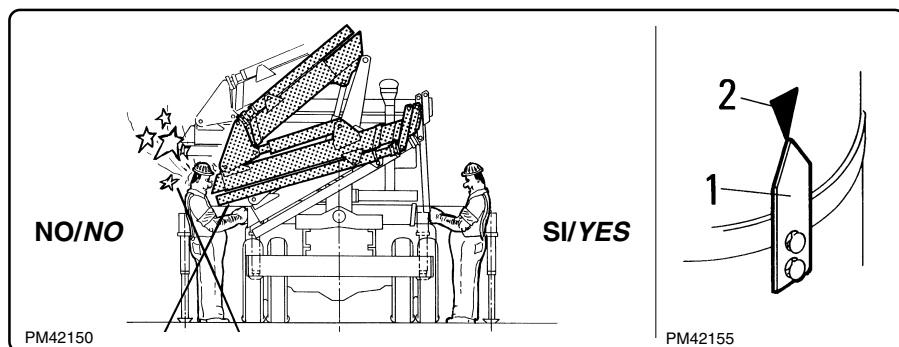

fig. 6.9.1
Per la sicurezza dell'operatore, effettuare la chiusura della gru operando con le leve poste sul lato distributore. Lato opposto alla chiusura del braccio. Vedi fig. 6.9.1.
*For the operator's safety, close the crane using the levers located on control valve block side. Side opposite to boom closing. See fig. 6.9.1.*